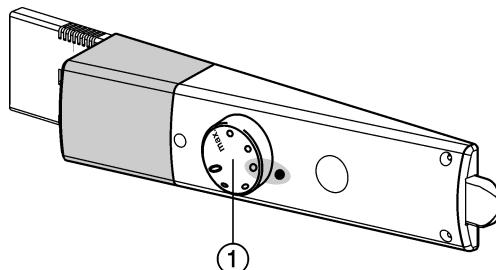

Fig. 2
- Поверните регулятор температуры Fig. 2 (1) вправо с положения 0 в положение 3.